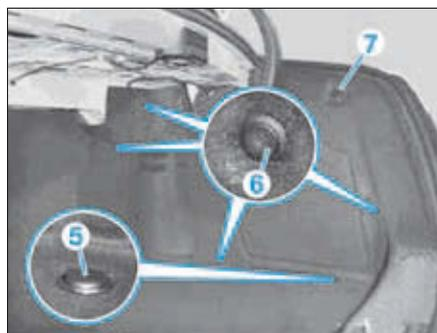

FIG. 67
- Déposer, sur la garniture latérale à déposer (Fig.67) :
- l'anneau d'arrimage (5),
- les agrafes (6),
- le crochet (7),